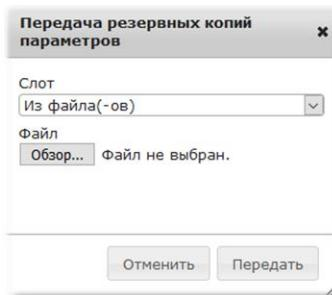

Рисунок 48 – Вид окна «Передача резервных копий параметров»
- во вкладке [Резервирование параметров] в таблице установить флаг «» рядом со слотом (1) и нажать кнопку «Передать»;
- в отобразившемся окне «Передача резервных копий параметров» (см. Рисунок 48) выбрать из выпадающего списка номер слота;